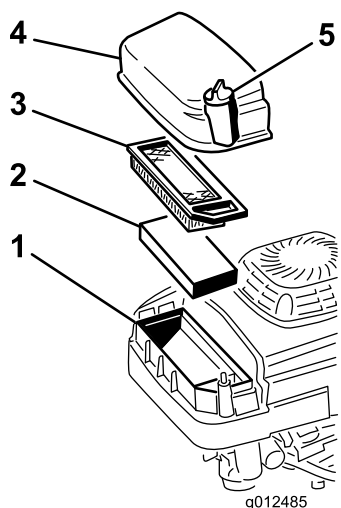

Figura 37
2. Retire el tornillo que fija la tapa del filtro de aire (Figura 37).
3. Retire la tapa y límpiela a fondo (Figura 37).
4. Retire e inspeccione el filtro de aire de papel (Figura 37), y deséchelo si está excesivamente sucio.